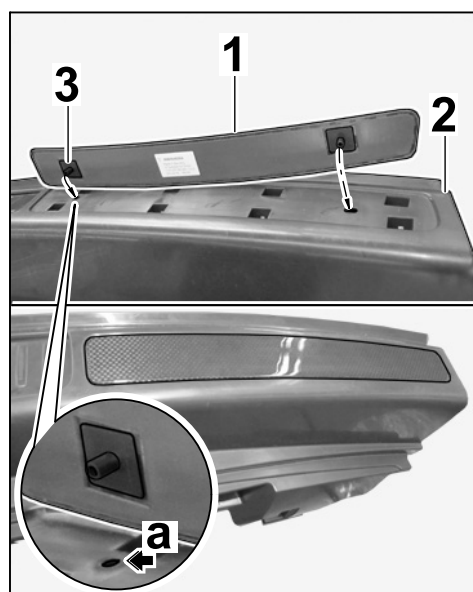

Рис. 28
- 4.2 Установить новые карбоновые наклейки в накладку замковой панели (⇒ Рис. 28).
- 4.2.2 Сначала ввести направляющую цапфу справа в отверстие (⇒ Рис. 28 -стрелка а-) и затем позиционировать наклейку в продольном отверстии.